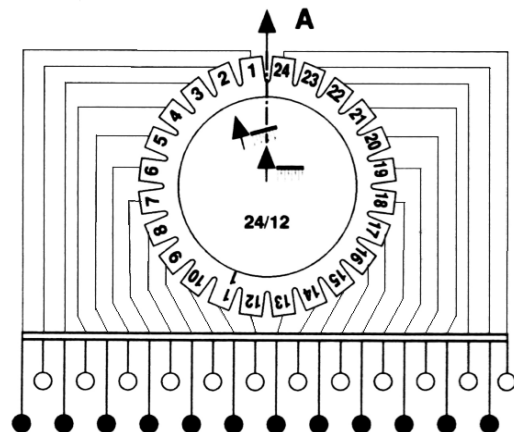

Abb. 32 Aussaat über die langen Aussaatsektionen
- Pfeil der Reduktionsabdeckung in Fahrtrichtung - es säen nur die langen Saatsektionen, Abb. 32